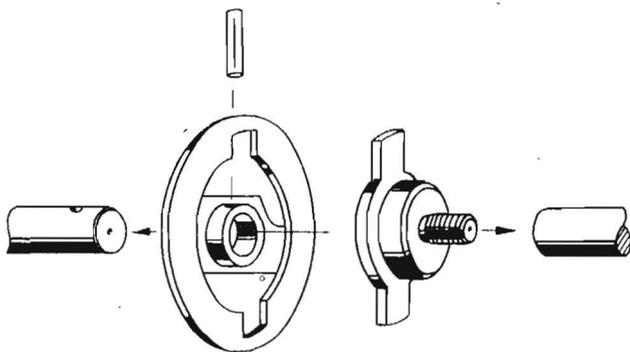

Bild 6/83
- In rechte hintere Tuchwalze Mitnehmer einschrauben (Bild 6/83). Aufnehmer befestigen, Zugfedern und Zugstreben anbringen, wie unter 14 ft einfach.